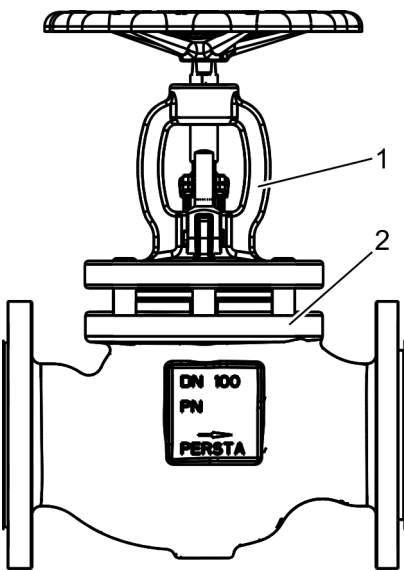

Abb. 34: Bügelaufsatz aufstecken
33. ► Bügelaufsatz (Abb. 34/1) auf die Stiftschrauben am Gehäuse (Abb. 34/2) aufstecken.